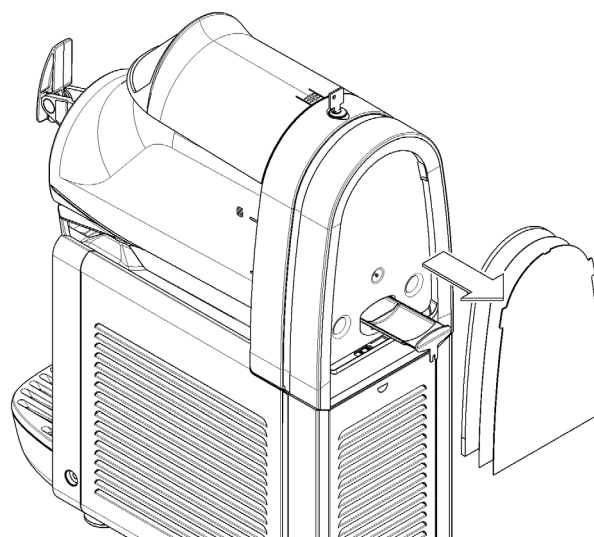

figura 22
**2** Rimuovere eventuali tracce di prodotto trafilato all'interno dell'evaporatore estraendo l'apposito cassetto come indicato (vedere figura 22).